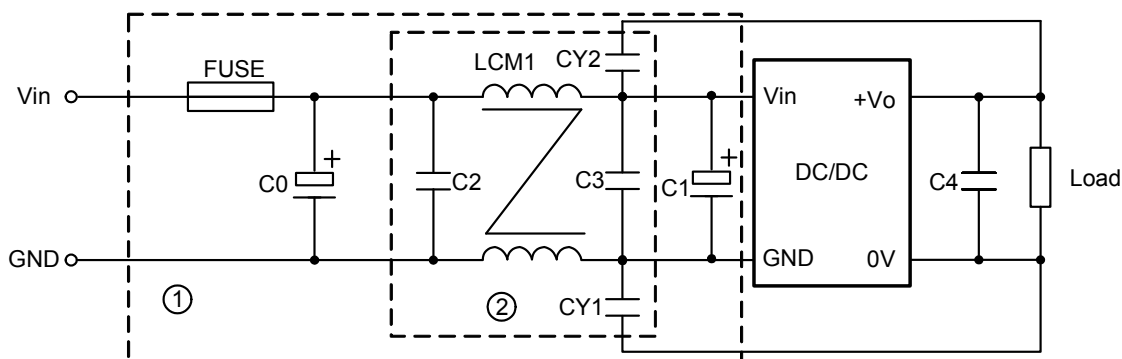

图 2 EMC 推荐电路
辐射骚扰	CISPR32/EN55032, CLASS B(应用电路图 2-②)